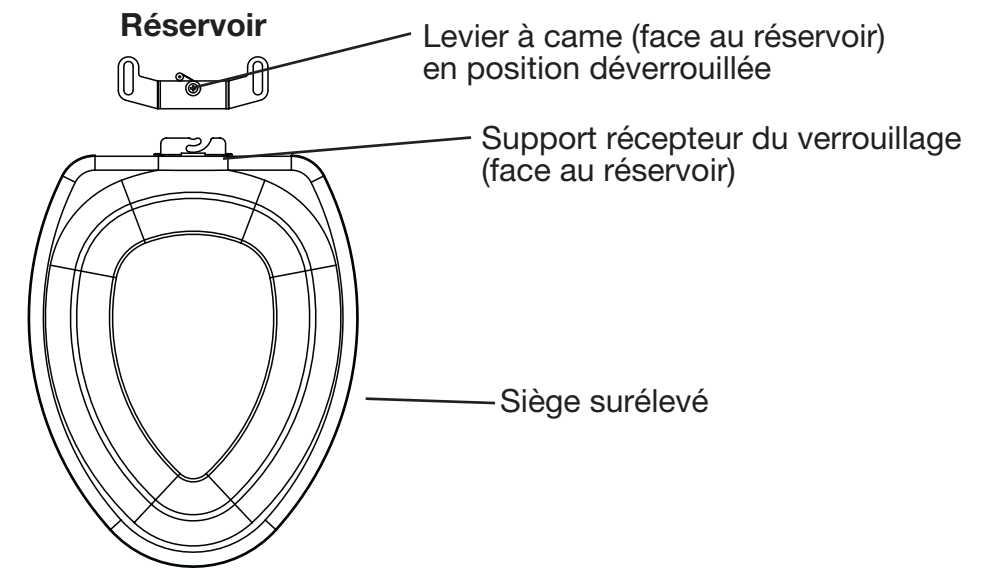

Figure 1
1. Mettre le levier à came sur le support du levier de verrouillage en position déverrouillée (**voir Figure 1**).